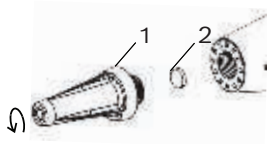

Bild 12: Sensorkomponenter
- ! För att säkerställa bästa sensorprestanda och livslängd bör sensorfiltret bytas ut när synlig smuts observeras eller meddelandeskärmen i bild 12 visas. CS LD 1.0 håller reda på antalet användningstimmar och meddelar användaren när det är dags att byta ut filtret.
- i Varningen i bild 12 visas vid påslagning när den interna timern i CS LD 1.0 registrerar cirka 30 timmars ackumulerad användning.
När meddelandet "Kontrollera sensorfilter" (bild 12) visas uppmanas användaren att se denna handbok för följande instruktioner.